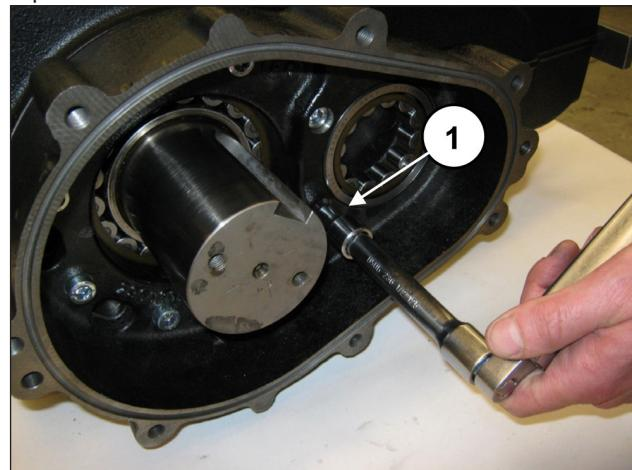

Fig. 66
Serrare le 8 viti M10x40 (pos. ①, Fig. 66).